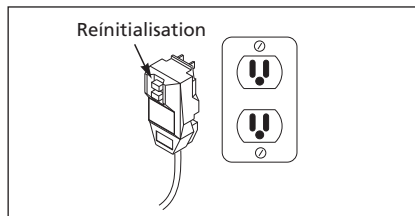

Figure 4 - Prise de terre/réinitialisation
1. Branchez le cordon dans une prise mise à la terre de 120 V et appuyez sur le bouton de réinitialisation tel qu'illustré à la Figure 4.